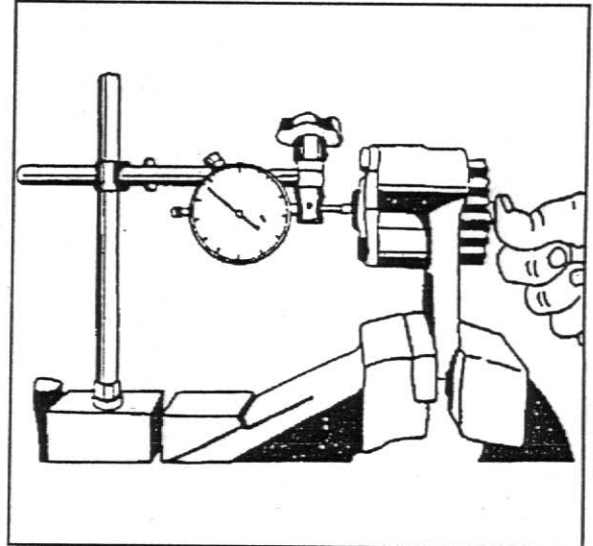

Fig.17
2. Monte o anel de vedação e a tampa da bomba de óleo, lubrificando todos os componentes com óleo para motor. Fixe a tampa aplicando um torque de 24 - 35 Nm (2,4 - 3,5 kgfm) (18 - 26 lbf ft) aos seus parafusos. Verifique a folga axial do rotor interno: (S4) 0,038 - 0,076 mm ou 0,0015 - 0,0030 pol; (S4T/S4T Plus) 0,038 - 0,101 mm ou 0,015 - 0,0040 pol, fig. 17.